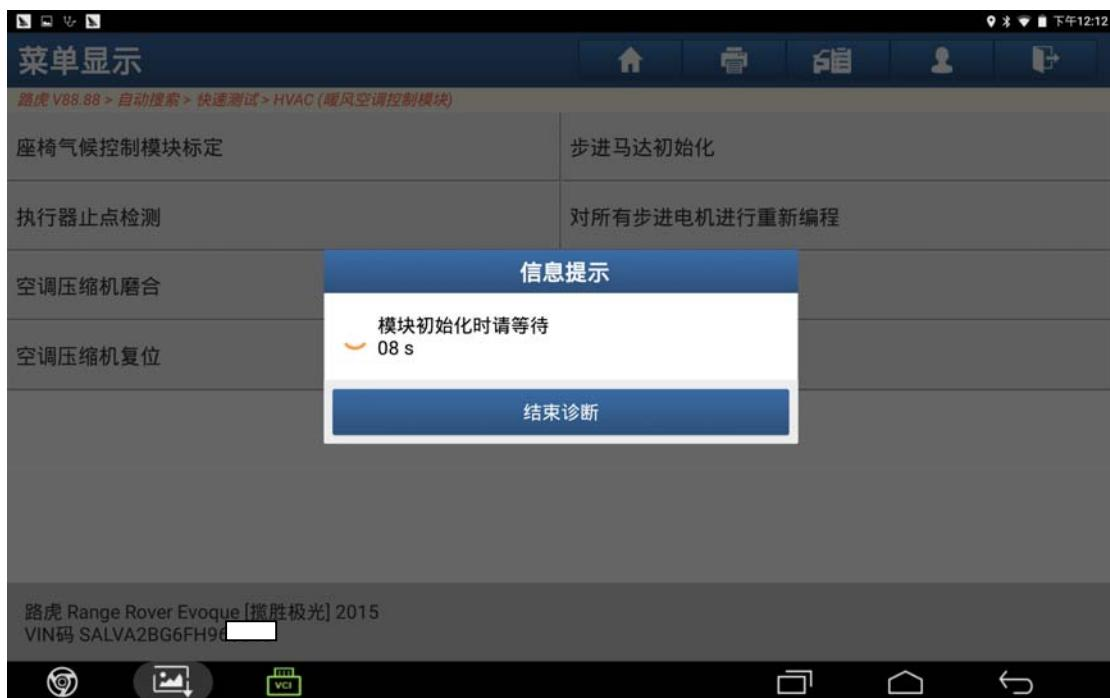

图 10
10). 等待模块初始化，大概 10 秒钟左右（如图 10）；